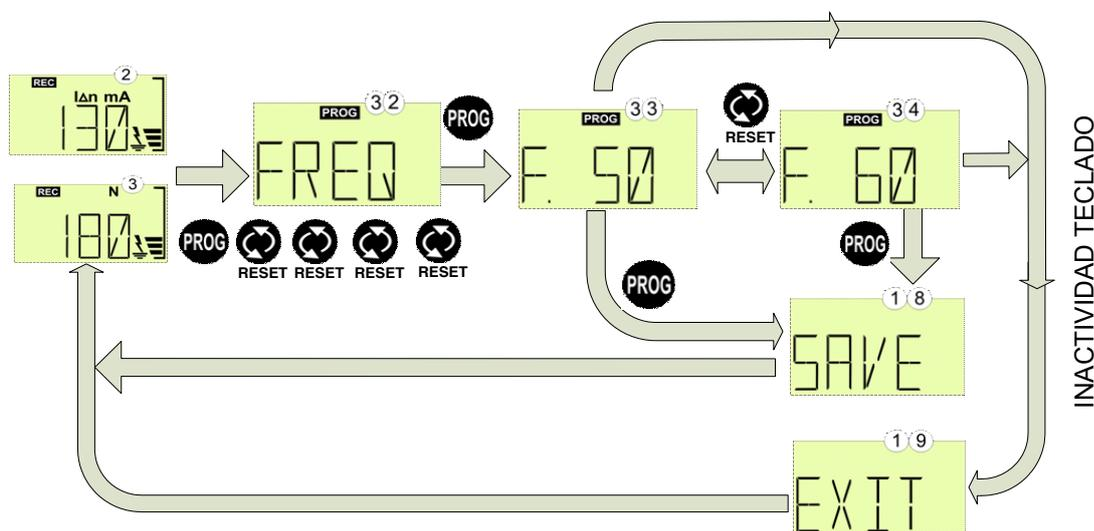

Fig. 5-4. - Configurazione della frequenza
Alla schermata FREQ, ③②, si accede tramite schermata ② o ③ premendo i tasti PROG + RESET quattro volte. Una volta dentro lo schermata FREQ, premere PROG nuovamente seguito da RESET per accedere alla schermata ③③ e ③④, dove è possibile selezionare la frequenza nominale desiderata: 50 Hz o 60 Hz. Modificare le opzioni con il tasto RESET e selezionare l'opzione desiderata premendo PROG (vedi Fig. 5-4).